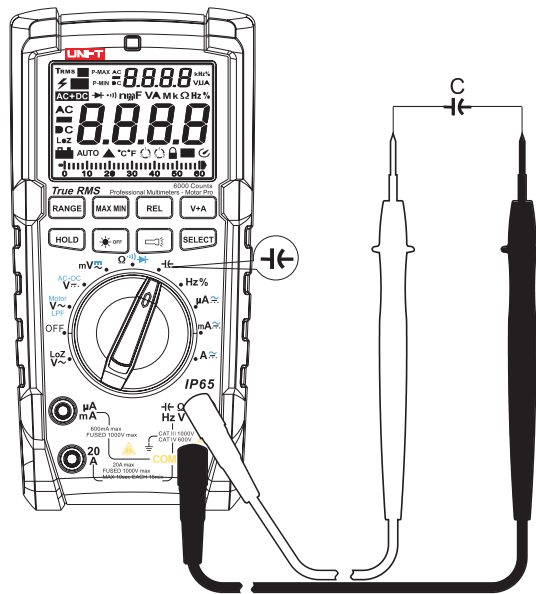

Abbildung 6
9. Frequenz / Tastverhältnismessung (siehe Abbildung 6)